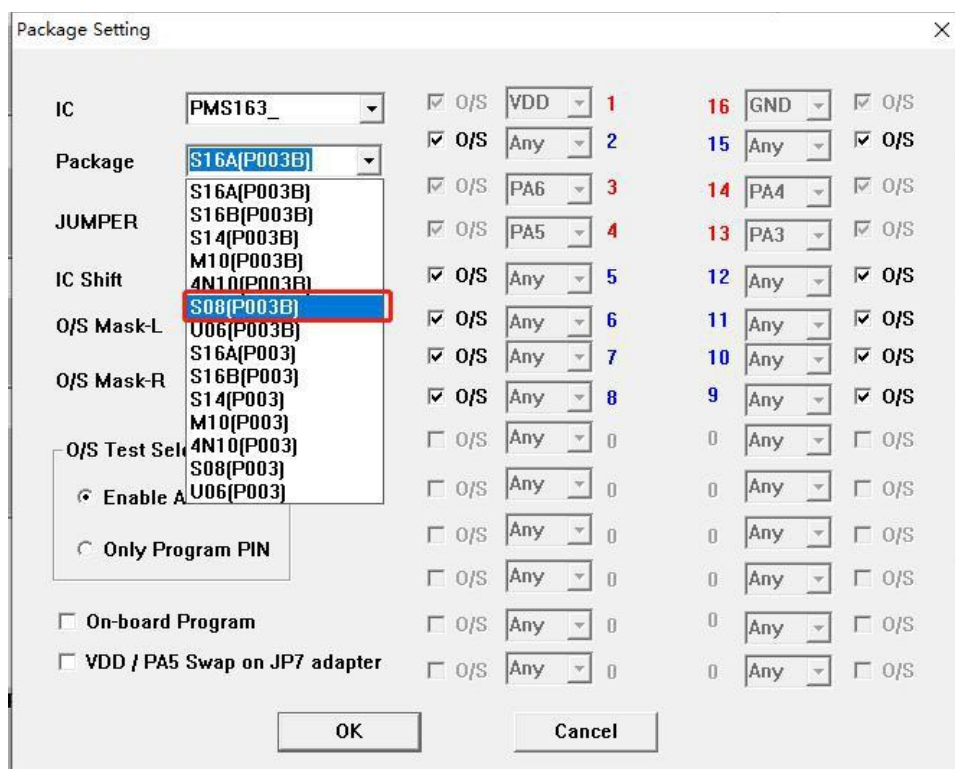

图 28: P33X 系列-S0P8 在 P003B 转档配置
1. 使用 PDK5S-P-003B 烧录 P33X 系列时，只有 S16A 和 S14 封装是烧录器背面 jumper 插 JP2 位置，正面烧录插座往下空移 4 格，即可烧录。而其他封装都需要转档，使用 Jumper7 跳线。接下来以 P33X 系列-S0P8 的烧录为例，其他封装需对应修改“package setting”界面和 Jumper7 跳线方法即可。封装设置如图 28 所示：